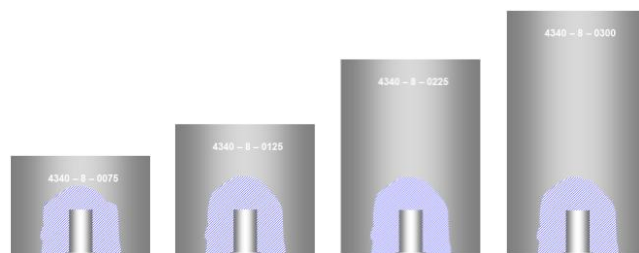

Figura No. 94: Bloques del juego ASTM Distancia—Amplitud (bloques D/A)
1. Bloques ASTM Distancia—Amplitud (bloques D/A): El juego de bloques D/A está constituido por una cierta cantidad de bloques (los juegos típicos recomendados de bloques constan de 10 o 19 piezas, respectivamente) que contienen barrenos de fondo plano de diámetros idénticos pero con diferentes distancias desde la superficie de entrada del ultrasonido hasta el fondo del barreno, figura No. 94. Este juego de bloques está disponible en rangos de diámetros de barrenos desde el Número 1 hasta el 16 ($1/64 = 0.4$ mm a $16/64$ de pulgada = 6.35 mm), aunque el documento de ASTM con designación E428 solo considera diámetros estándar de barrenos del No. 3, 5 y 8 ($3/64$, $5/64$ y $8/64$ de pulgada).